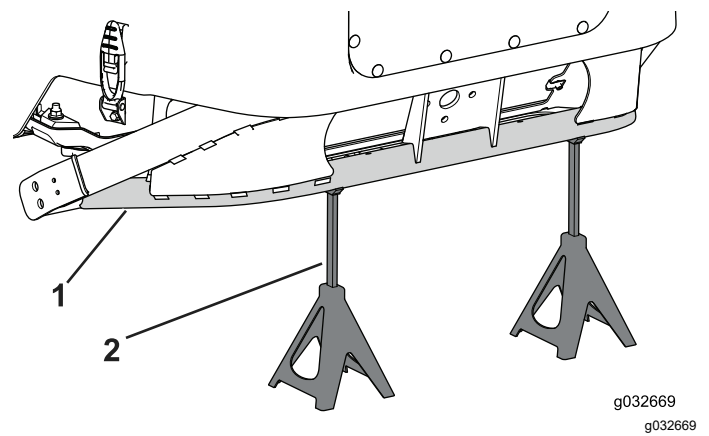

Bild 115
2. Heben Sie das Heck der Maschine mit einem Wagenheber an, bis Sie die Sommerräder montieren können; stützen Sie den Rahmen mit Achsständern ab (**Bild 115**).
6. Senken Sie die Vorderräder mit einem Wagenheber auf den Boden ab und stützen die Rückseite des Rahmens mit Achsständern ab (**Bild 115**).